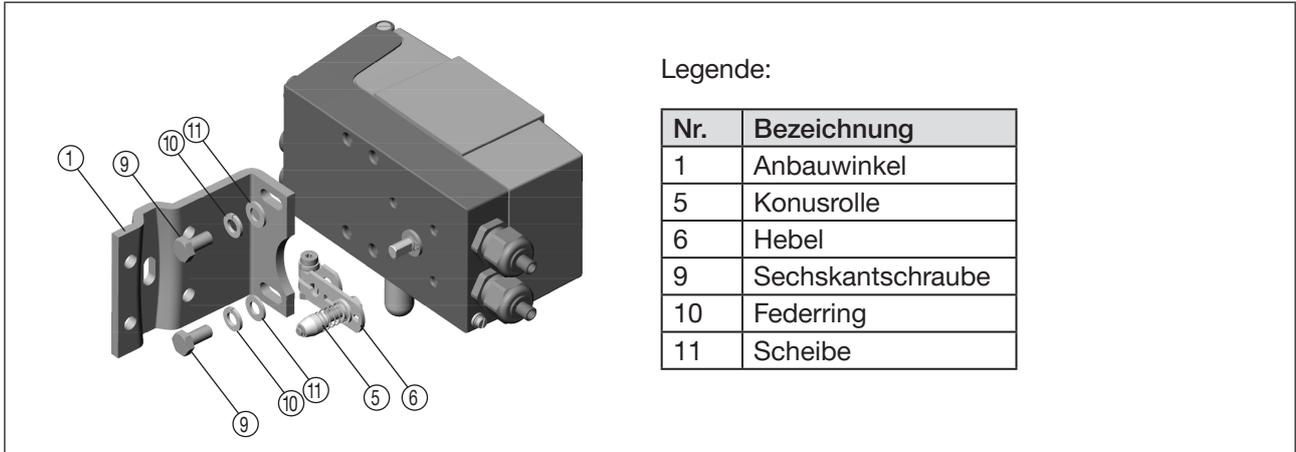

Bild 19: Anbauwinkel am SideControl Typ 8635 befestigen
→ Anbauwinkel ① mit Sechskantschrauben ②, Federringen ⑩ und Scheiben ⑪ an der Rückseite des SideControls Typ 8635 befestigen (siehe „Bild 19“).